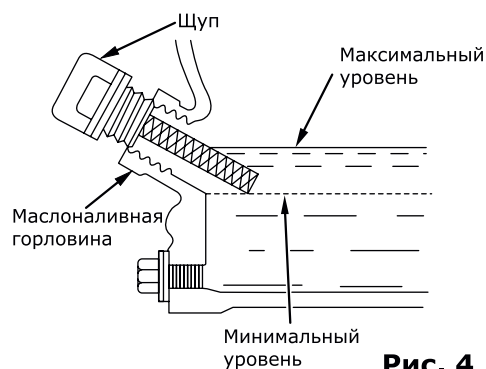

Рис. 4
- отверните и извлеките масляный щуп, проверьте уровень масла, медленно долейте масло до нужного уровня по меткам на щупе или краю маслосливной горловины (рис. 4);